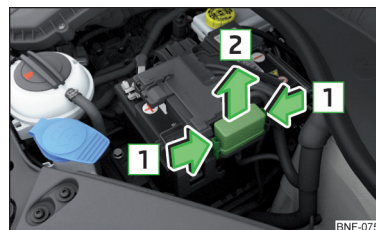

Fig. 169
Siguranțele se găsesc sub un capac, lângă bateria autovehiculului » fig. 169.
- Comprimați simultan tastele de blocare ale capacului » fig. 169.